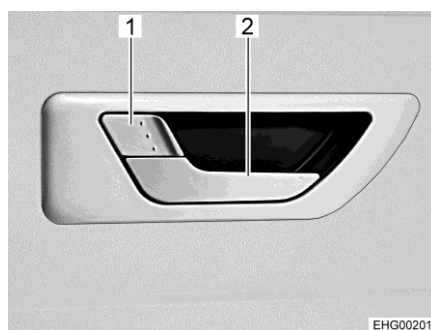

Fig. 52 Serrure de porte (porte cellule, intérieur)
- Quand la serrure de la porte est verrouillée : Tirer sur la longue poignée de la porte (Fig. 52,2). La porte est déverrouillée et ouverte.
- Appuyer sur la courte poignée (Fig. 52,1) quand la porte est fermée.